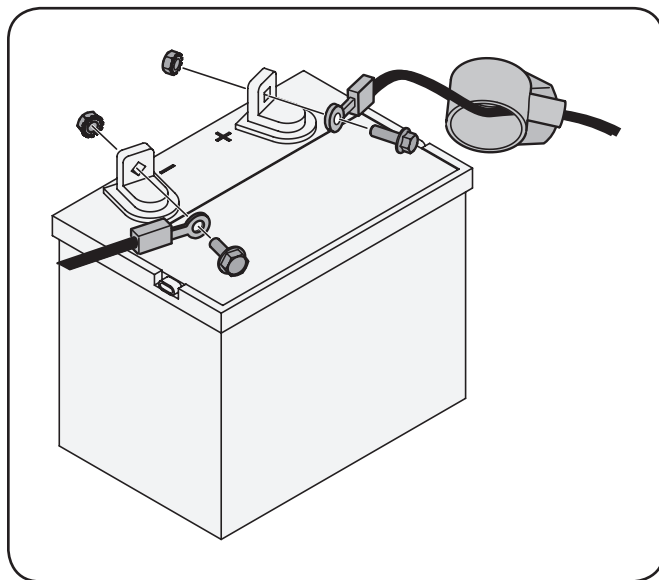

Figura 3-2
1. Conecte el cable rojo al terminal positivo de la batería (+) y el cable negro al negativo (-) de la batería con los tornillos y las tuercas hexagonales siempre. Vea Figura 3-2.